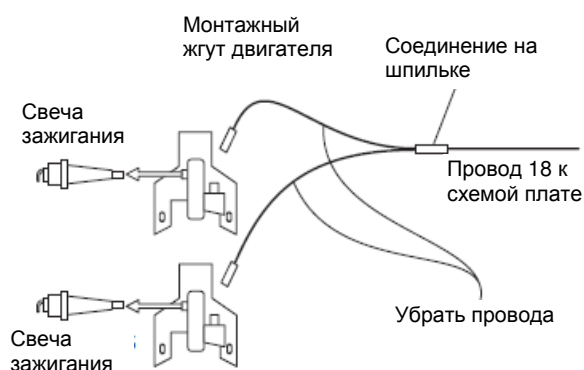

Рисунок 26. Заземляющий жгут двигателя
11. Отсоединить монтажный жгут двигателя от магнето зажигания (рисунок 26).